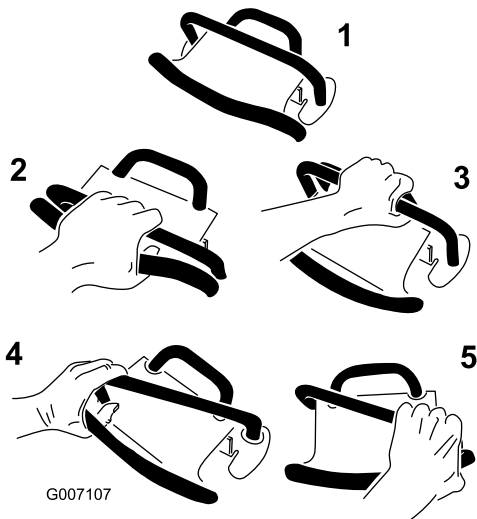

Bild 10
- Bewegen Sie den Fahrtriebshebel nach vorne, um vorwärts zu fahren (Nummer 2, Bild 10).
- Bewegen Sie den Fahrtriebshebel nach hinten, um rückwärts zu fahren (Nummer 3, Bild 10).
- Wenden: Drehen Sie den Fahrtriebshebel in die gewünschte Richtung (Nummer 4 und 5, Bild 10).
- Lassen Sie zum Anhalten den Fahrtriebshebel los (Nummer 2, Bild 10).